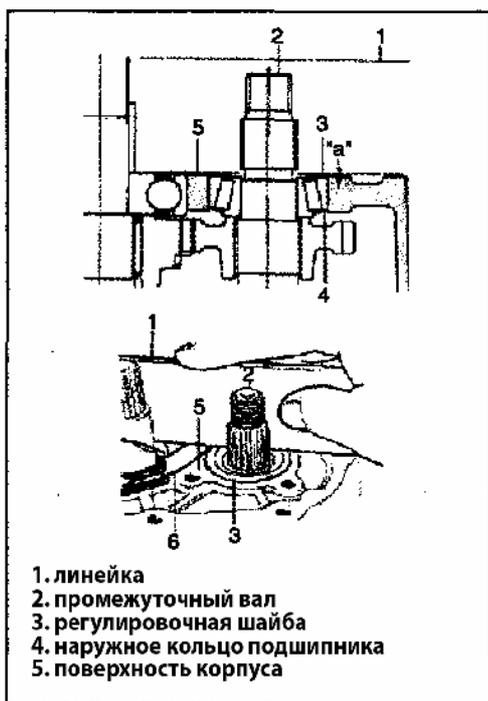

Рис. 405
2) Измерьте зазор между корпусом и поверхностью левого подшипника при помощи измерительного инструмента (Рис. 405), при помощи регулировочных шайб доведите зазор "а" до 0.08-0.12 мм. Толщина регулировочных шайб следующая: 0.40, 0.45, 0.50, 0.55, 0.60, 0.65, 0.7, 0.75, 0.8, 0.85, 0.9, 0.95, 1.0, 1.05, 1.1, 1.15 мм.